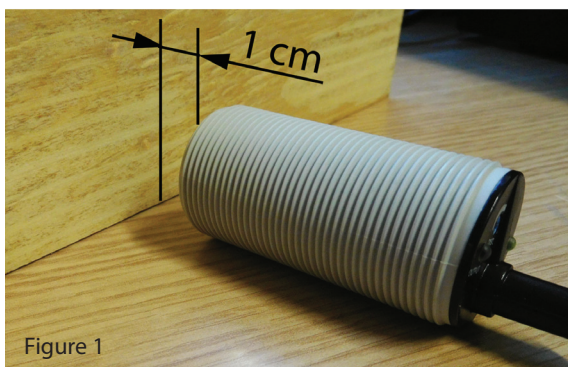

Figure 1
- ♦ Placer une planche en bois (voir figure 1) devant la Sonde, à une distance d'environ 1 cm.